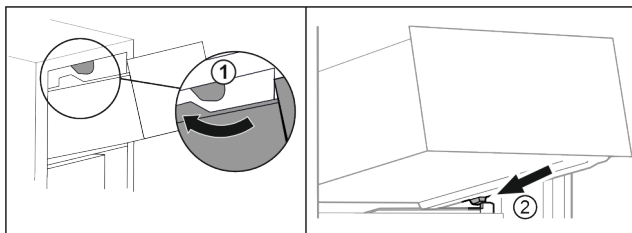

Fig. 16
- ▶ Ved'te zásuvku podél horních zarážek Fig. 16 (1).
- ▶ Nasadíte zásuvku šikmo za dolní zarážky na žebrování na nádoby Fig. 16 (2).